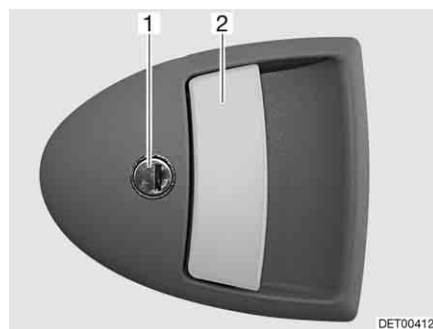

Fig. 43 Serratura della porta di ingresso, lato esterno
Apertura: ■ Inserire la chiave nel cilindro della serratura (Fig. 43,1) e ruotare fino a quando la serratura della porta si sblocca.
■ Tirare la maniglia della porta (Fig. 43,2). La porta è aperta.
Bloccaggio: ■ Inserire la chiave nel cilindro della serratura (Fig. 43,1) e ruotare fino a quando la serratura della porta si blocca.